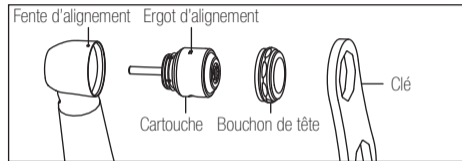

Fig. 9 29
- 5) Alignez l'ergot d'alignement et insérez la cartouche. (Fig. 9)
- 6) Tournez la clé dans le sens horaire et montez le bouchon de tête. (Fig. 9)